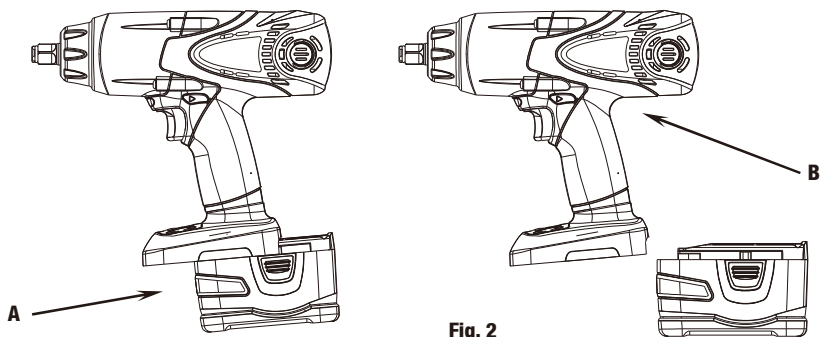

Fig. 2
PARA RETIRAR A BATERIA: Carregar no botão de libertar e retirar a bateria (A) da ferramenta (B) (ver Fig. 2).
PARA COLOCAR A BATERIA: Inserir a bateria (A) na ferramenta até esta encaixar (ver Fig. 2).